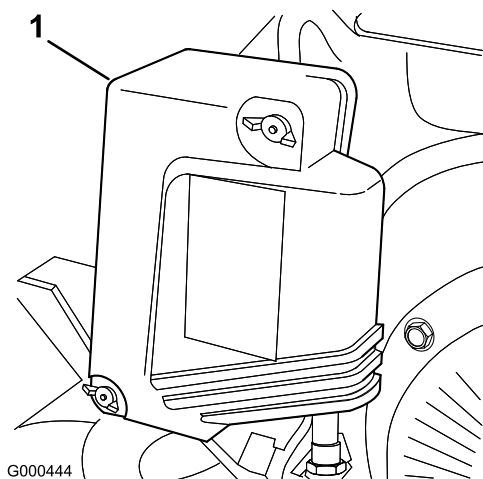

Figura 28
- Retire las tuercas de orejeta que fijan la tapa del limpiador de aire, y retire la tapa. Limpie a fondo la tapa (Figura 28).